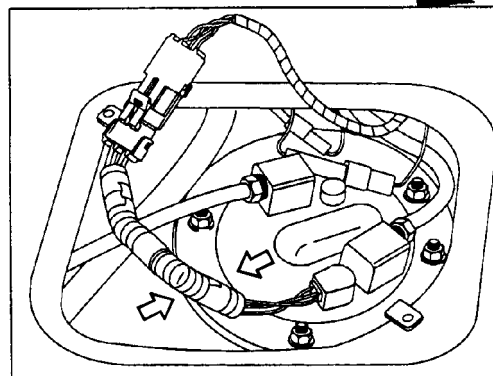

Рис. 1.3-03. Расположение модуля электробензонасоса.
2. Отсоединить провода от электробензонасоса (см. рис. 1.3-03).
2. Снять лючок электробензонасоса (рис. 1.3-03) и отсоединить от него провода.